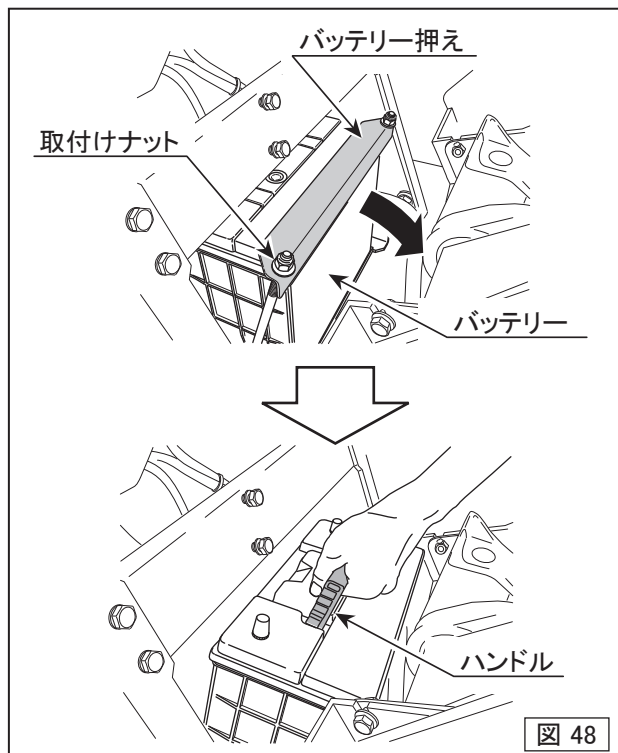

図 48
3. 取付けナットを外して、バッテリー押さえと取り除きます。バッテリーを後方へ倒してからバッテリー端子を外します。その際には必ず、マイナス(-)側の黒い端子から外してください。(図48)
4. 上面のハンドルを持って上へ引き上げて、バッテリーを本機から外します。(図48)